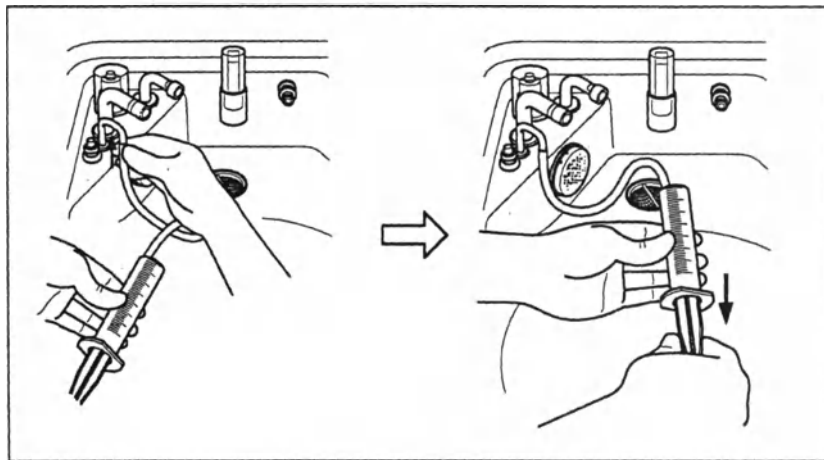

Рис. 4.86
3. Присоедините трубку к выпускному отверстию для моющего раствора внутри моечной ванны и, потягивая поршень на себя, создавайте разрежение шприцем, пока в трубке не появится моющий раствор (см. рис. 4.86).